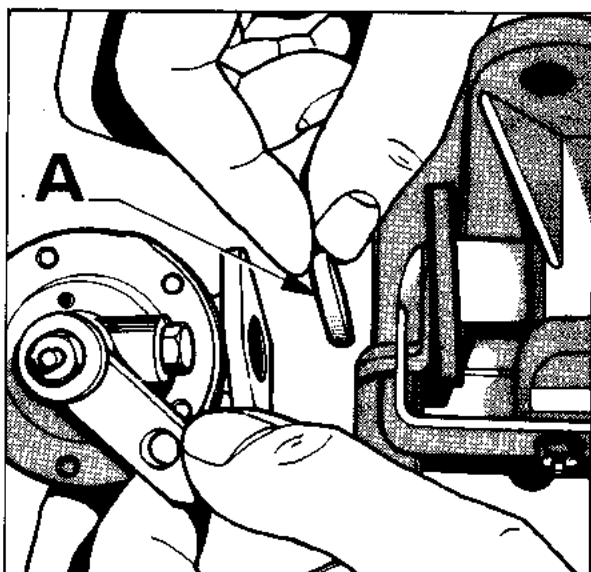

Fig. 7
Verwijder de 2 bouten waarmee de kraan op de ovale flens is bevestigd, neem de kraan van de flens en verwijder de afdichtring (A) (fig.7) tussen flens en kraan.